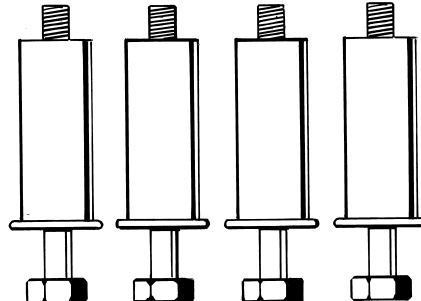

Bild 1
**Vor Inbetriebnahme des Geräts muß die Transportsicherung unbedingt entfernt werden (Bild 1).**